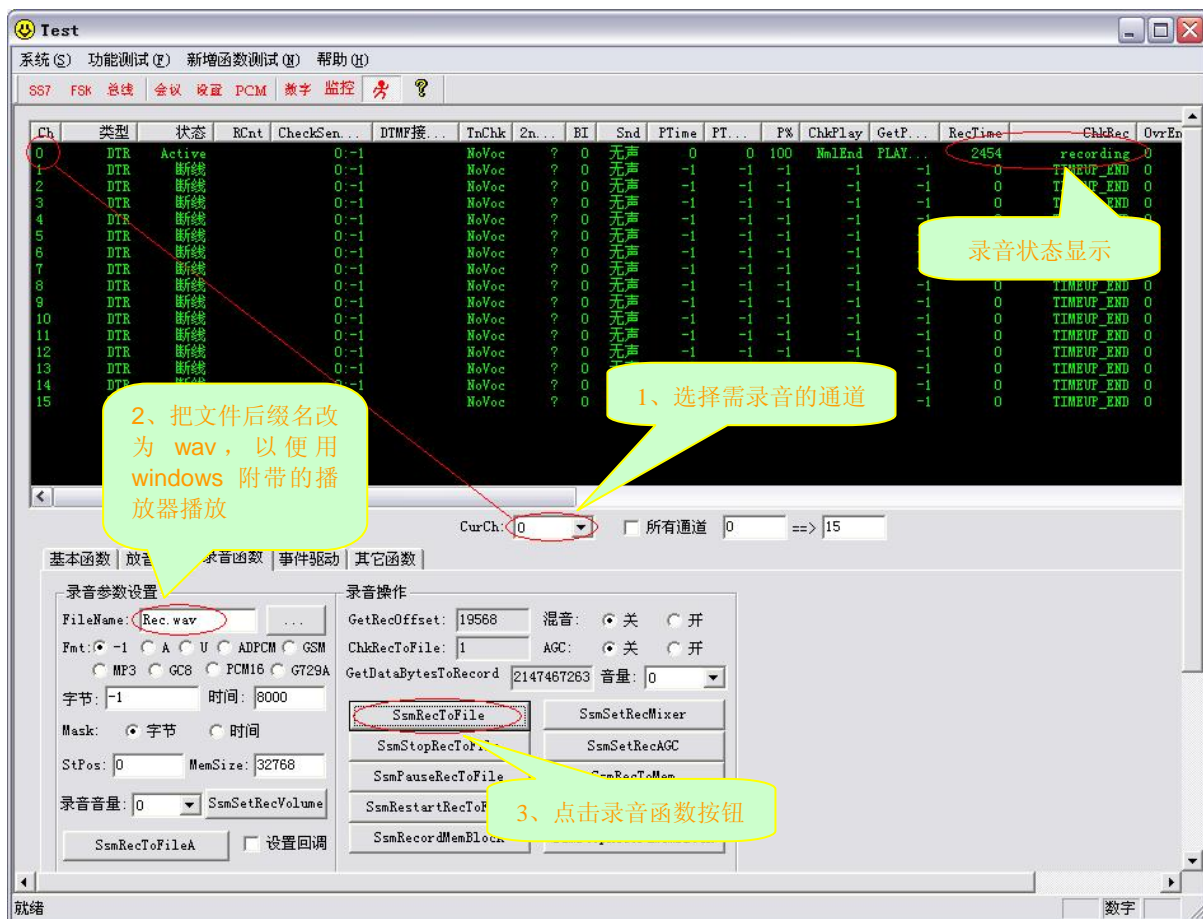

图 2-4
- 2) 如下图操作，启动录音。缺省情况下录制的文件保存在当前目录下，如图 2-4 所示；